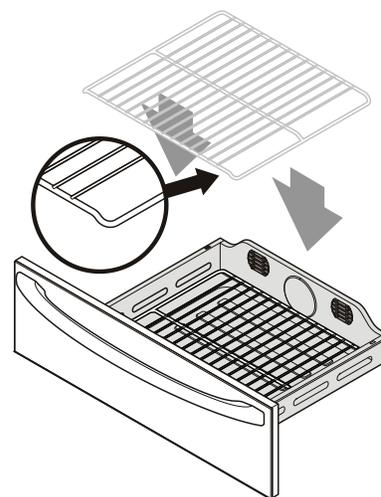

Figure 41 : positions de la grille
- La grille du four du bas doit toujours être en place lorsqu'un mode de cuisson ou le mode garder chaud est utilisé. Assurez-vous que les bords recourbés de la grille sont déposés dans le fond du tiroir (Figure 41). Ceci permet à l'air chaud de circuler entre le fond du tiroir et la nourriture placée sur la grille.